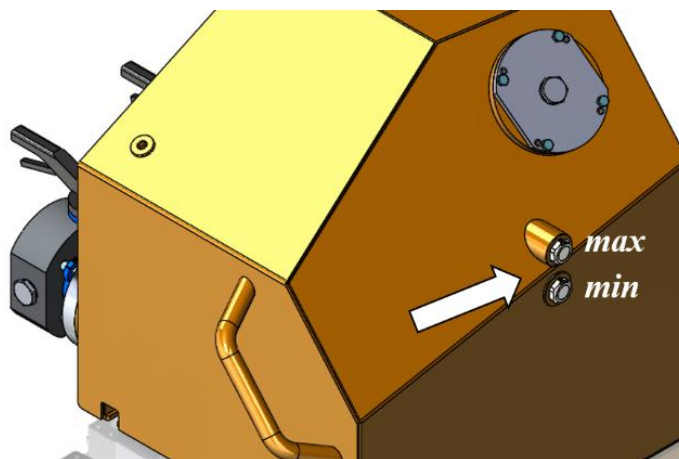

Рисунок 5.47. Расположение смотровых окон на гидравлическом баке
- ▶ Проверить уровень масла в гидравлическом баке по смотровым окнам, см. рис. 5.47.